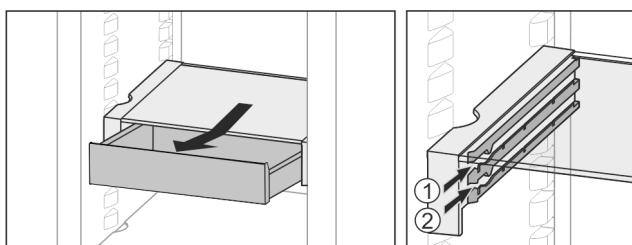

Fig. 24
- На любой высоте Fig. 24 (1) или Fig. 24 (2) вставить.